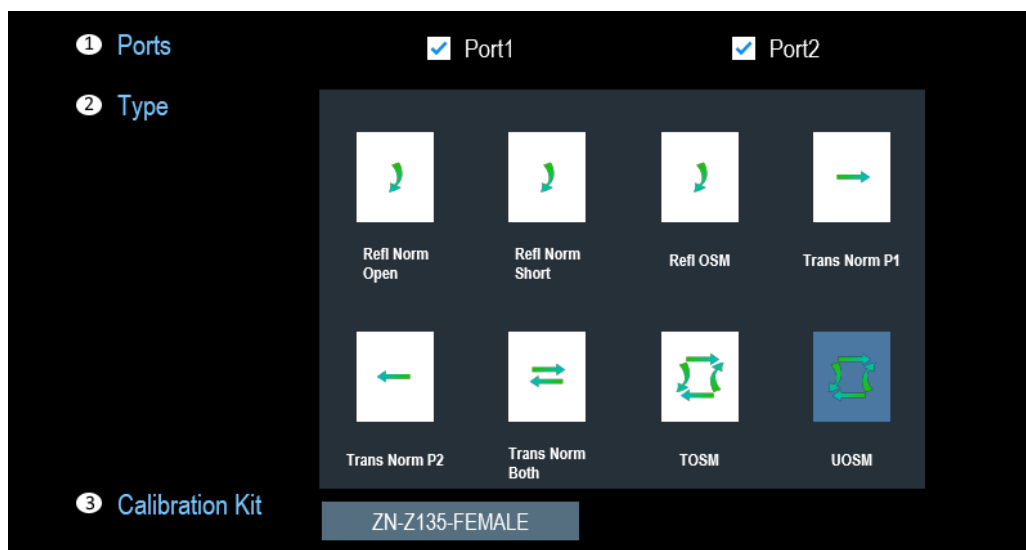

Рис. 8-2: Диалоговое окно калибровки
- Калибровка UOSM может быть выбрана явным образом в рис. 8-2.